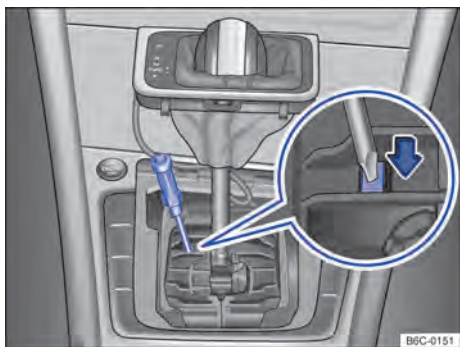

Fig. 99 Desmontar la cubierta de la palanca selectora y desbloquear el bloqueo de la palanca selectora de emergencia.
- Con ayuda de un destornillador, presionar cuidadosamente la palanca de desbloqueo en la dirección de la flecha y mantenerla en esa ubicación → fig. 99.